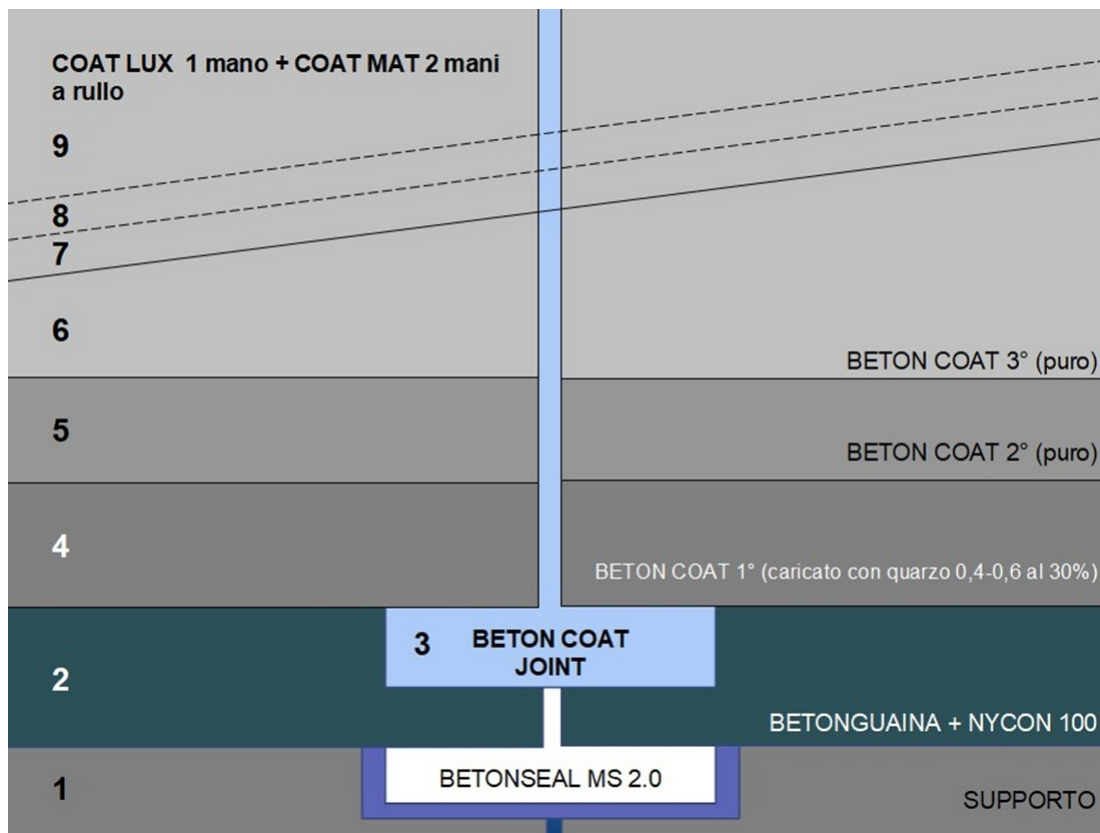

Fig. 1: schema del ciclo BETON COAT completo, dal supporto alla finitura protettiva.
NOTA: i giunti dovranno essere stati opportunamente trattati prima dell'applicazione di BETONGUAINA o BETONGUAINA.S come descritto nelle relative Schede Tecniche. (Nella successiva Fig. 1, vedi i punti 1 e 2).
- Procedere con la stesura del manto di BETON COAT come descritto nelle seguenti sezioni, avendo cura di degradare dolcemente in prossimità del giunto così da limitare la formazione dello scalino tra BETON COAT e BETON COAT JOINT. (Nella successiva Fig. 1, vedi il punto 3).
0,1-0,6 mm, utilizzando un frattazzo metallico liscio (da 28 o 50 cm circa) mantenuto con una inclinazione di circa 10° rispetto al piano di posa. (Nella successiva Fig. 1, vedi il punto 4).
(Nella successiva Fig. 1, vedi il punto 5).
NOTA: il prodotto va applicato, come tutti i microcementi, avendo cura di mantenere una striscia di prodotto abbondante sul fronte di avanzamento della spatolata. (Nella successiva Fig. 1, vedi il punto 6).
- Prima mano: COAT LUX applicato con rullo a pelo corto. (Nella successiva Fig. 1, vedi il punto 7).
- Seconda mano e terza mano: COAT MAT, applicate con rullo a pelo corto sulla precedente asciutta e calpestabile. (Nella successiva Fig. 1, vedi i punti 8 e 9).